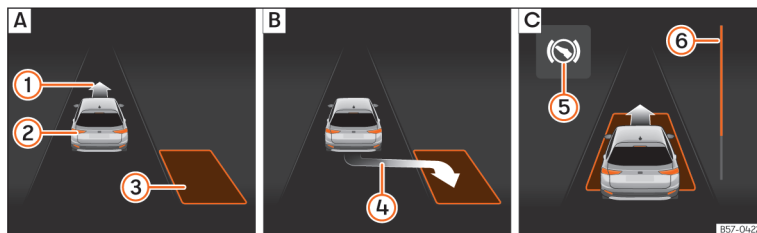
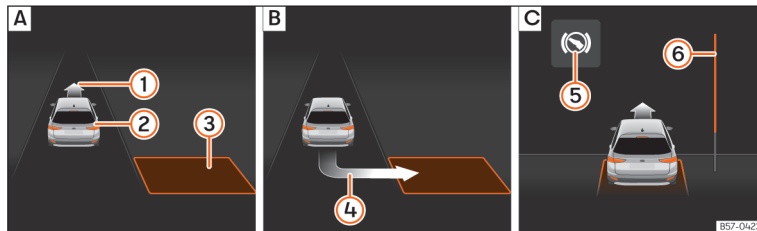

Fig. 141 No ecrã do painel de instrumentos: estacionar em paralelo. **A**: Procurar um lugar de estacionamento. **B**: Posição para estacionar. **C**: Manobrar.
Fig. 142 No ecrã do painel de instrumentos: estacionar em espinha. **A**: Procurar um lugar de estacionamento. **B**: Posição para estacionar. **C**: Manobrar.
para estacionar >>> **Fig. 141 B** ou >>> **Fig. 142 B**. O lugar foi considerado “apropriado” se no ecrã do painel de instrumentos aparecer a indicação de estacionar ④.
- Retroceda até o sinal contínuo do ParkPilot soar; **OU:** retroceda até aparecer a indicação de marcha à frente no ecrã do painel de instrumentos »» Fig. 141 [C] ou »» Fig. 142 [C]; **OU:** retroceda até aparecer a mensagem **Park Assist finalizado** no ecrã do painel de instrumentos. A barra de progresso [6] indica a distância a percorrer.
- Faça marcha à frente até soar o sinal contínuo do ParkPilot; **OU:** faça marcha à frente até aparecer a indicação de fazer marcha-atrás no ecrã do painel de instrumentos. O sistema de estacionamento assistido manobra o veículo em frente e em marcha-atrás até centrá-lo no lugar »» Fig. 141 [C] ou »» Fig. 142 [C].
A barra de progresso »» Fig. 141 [6] e »» Fig. 142 [6] mostra simbolicamente no ecrã do painel de instrumentos a distância relativa que ainda falta percorrer. Quanto maior for a distância, mais cheia está a barra de progresso. Ao circular em marcha à frente, o conteúdo da barra de progresso diminui para cima, e ao circular marcha-atrás, diminui para baixo.